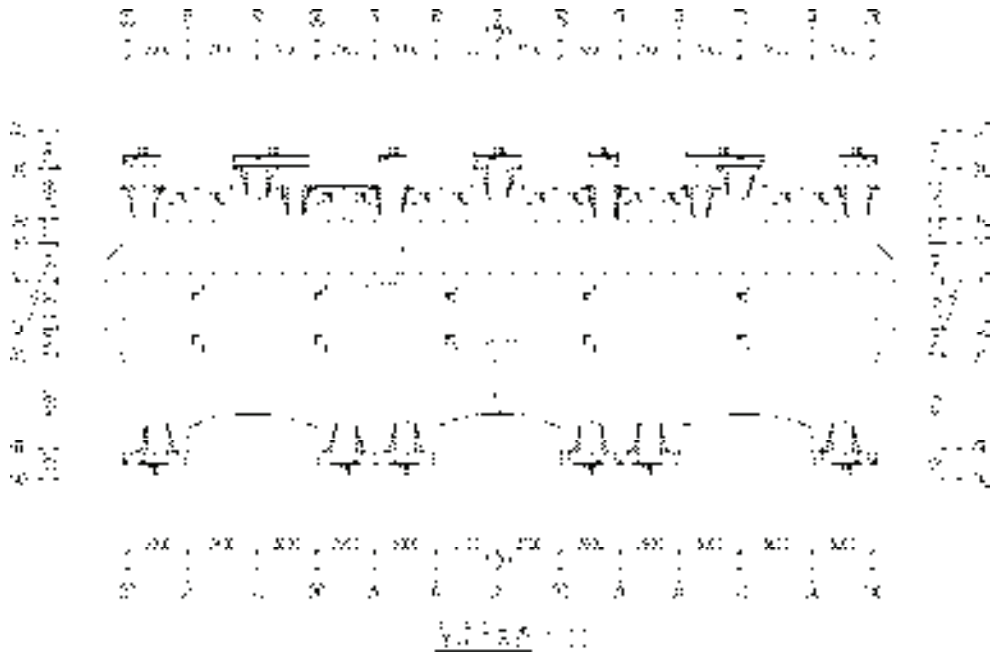

图 14-122 图名标注
14) 添加图名标注。调用“图名标注”命令,在弹出的“图名标注”对话框中设置参数;在平面图的下方便取图名标注的位置,操作结果如图 14-122 所示。